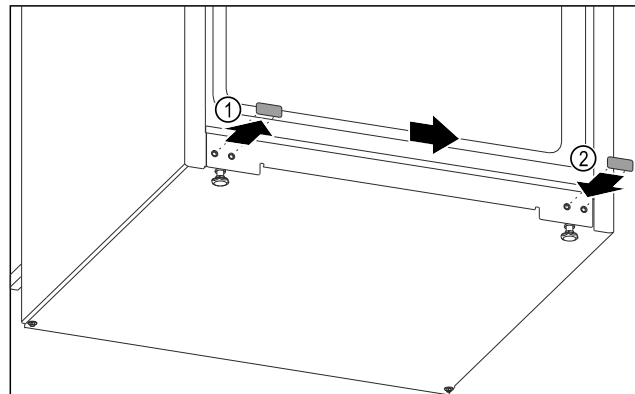

Fig. 10
- Abdeckstopfen herausziehen. Fig. 10 (1)
- Abdeckstopfen auf der Gegenseite einsetzen. Fig. 10 (2)